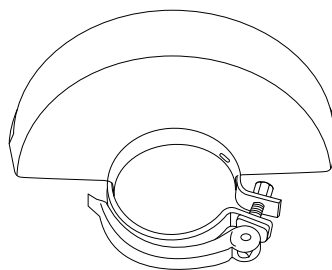

Fig. 5, carter de protection pour le meulage [14]
- > Utilisez le carter de meulage [14] ouvert pour les applications de meulage (Fig. 5).